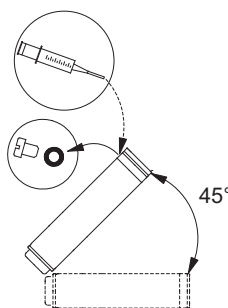

Fig. 4 Posizione del motore durante il riempimento - MS 6000
- Se il motore è fornito dal magazzino, controllare il livello del liquido prima di installare il motore. Vedi fig. 4.
- In caso di manutenzione, controllare il livello del liquido. Vedi fig. 4.
1. Posizionare il motore sommerso come mostrato in fig. 4. La vite di riempimento deve trovarsi sul punto più alto del motore.
3. Iniettare il liquido nel motore con la siringa di riempimento (fig. 4) finché il liquido fuoriesce dal foro di riempimento.